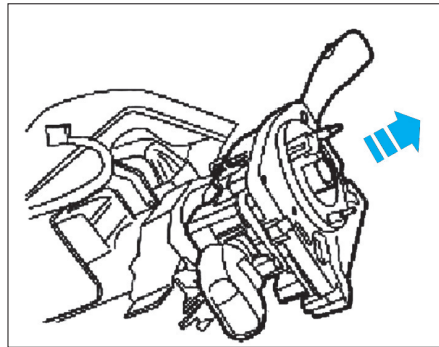

Fig. 37
- Déposer le bloc de commutateurs multifonction (Fig.37).